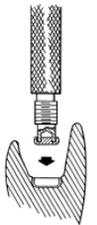
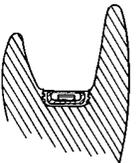

Fig. 16
Fig. 17
12. La parte media de la herramienta (contenida en la Herramienta principal LOCATOR, referencia Zest #8393) también se utiliza para insertar a presión firmemente el macho de reemplazo LOCATOR, dentro de la capsula de metal en la dentadura. (Fig. 16) El macho de reemplazo debe ensamblar a presión dentro de la capsula de metal, quedando al nivel del contorno de la capsula de metal. (Fig. 17)
2. La parte media de la herramienta (contenida en la Herramienta principal LOCATOR, referencia Zest #8393) también se utiliza para insertar a presión firmemente el macho de reemplazo LOCATOR, dentro de la capsula de metal en la dentadura. (Fig16) El macho de reemplazo debe ensamblar a presión en su lugar dentro de la capsula de metal, quedando al nivel del contorno de la capsula de metal. El uso de múltiples anclajes LOCATOR en el mismo arco dental (3 o más) requerirá del uso del Macho de reemplazo LOCATOR rosa de 3libras (retención ligera) (referencia Zest #8527) ó el uso del Macho de Reemplazo LOCATOR Azul de 1.5 libras (retención extra-ligera) (referencia Zest #8529), para que el paciente remueva su prótesis fácilmente.